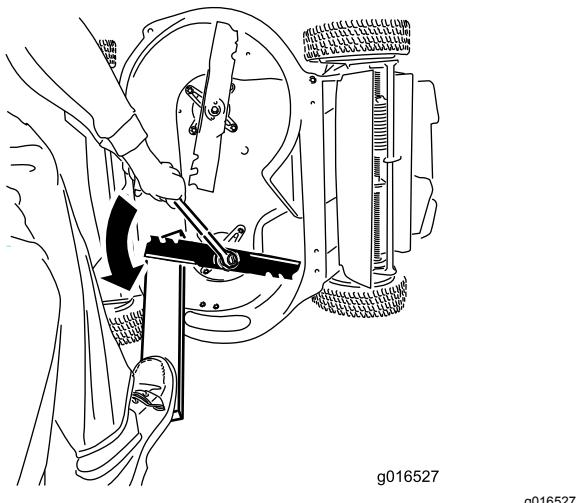

Figura 44
1. Usate un blocco di legno per tenere ferma la lama e ruotatela in senso antiorario come mostrato in \(Figura 44\).